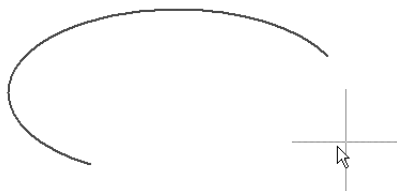

图 3-25 确定椭圆弧宽度
- 3) 沿水平方向移动鼠标，可以改变椭圆弧的宽度，当宽度合适后单击鼠标左键确定椭圆弧的宽度，如图 3-25 所示。